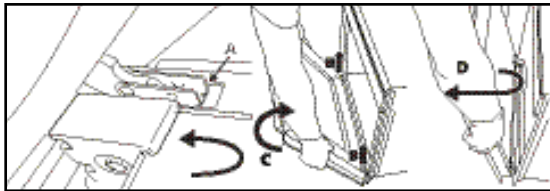

Fig. 2
3. Fermez la porte (A), soulevez-la (B) et faites-la pivoter (C) jusqu'à ce qu'elle se décroche (D) (Fig. 2).